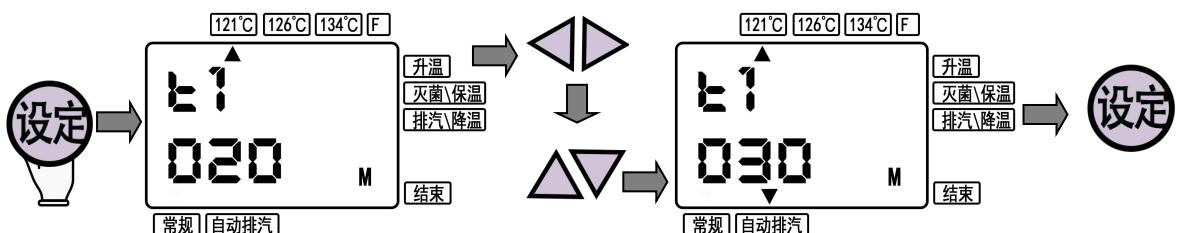

图 12
②设置灭菌时间：按下“设定键”，出现灭菌时间设定界面（图12），可按动左、右移键，进行光标定位，再按加数键进行设定，数值只能加不能减。设定结束再按一下“设定”键保存。